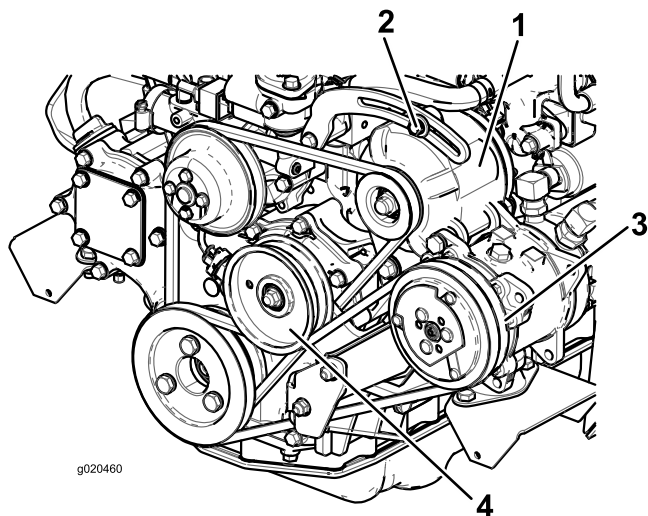

Figura 72
Si la desviación no es de 10 mm, afloje los pernos de montaje del alternador (Figura 72).
2. Si la desviación no es de 10 mm, afloje el perno de montaje de la polea tensora (Figura 72).